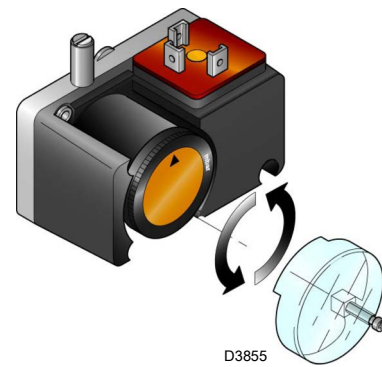

图 31
- ▶ 如果存在燃气泄露，根据随附的说明书调节燃气泄露检测装置（PVP 组件）（第 34 页图 31）的压力开关。
如果存在燃气泄露，根据随附的组件说明书调节燃气泄露检测装置 (PVP 组件) (图 31) 的压力开关。